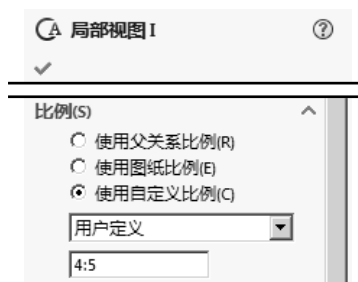

图 9.4.31 定义视图比例
Step4. 定义放大比例。在“局部视图 I”对话框的 **比例(S)** 区域中选中 **使用自定义比例(C)** 单选项，在其下方的下拉列表中选择 **用户定义** 选项，再在其下方的文本框中输入比例 4:5，按 Enter 键确认，如图 9.4.31 所示。